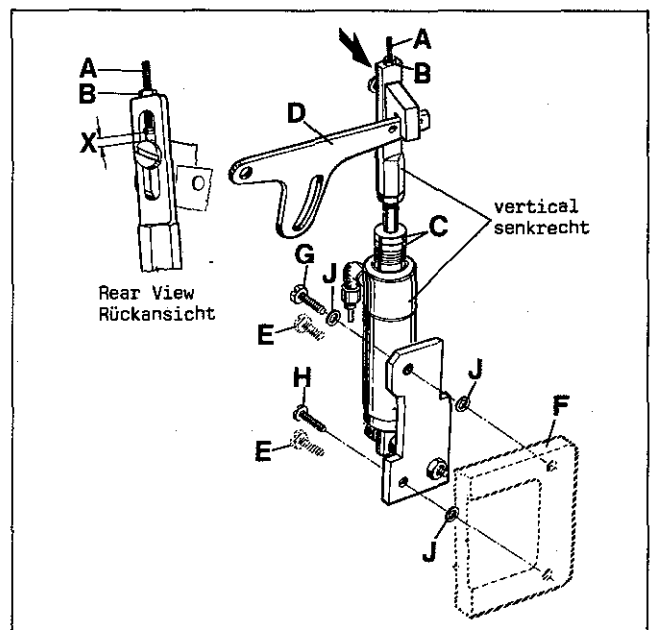

Fig. 46
Assemble the pneumatic presser foot lifter, supplied with the sewing table, to the sewing machine (see Fig. 46). For this remove two hex. head screws (E) from the support bracket (F) for the thread trimmer drive. Mount the presser foot lifter with the two screws (G and H, Fig. 46) and three washers (J) so that the air cylinder with strap is vertical (standard setting). Complete the tube connections, see Fig.3
Bauen Sie den mit dem Nähstisch gelieferten pneumatischen Drückfußlifter an die Nähmaschine (siehe Fig. 46). Dazu müssen zwei Sechskantschrauben (E) aus dem Lagerbock (F) für den Fadenabschneider-Antrieb entfernt werden.
Montieren Sie den Drückfußlifter mit den zwei Schrauben (G und H, Fig. 46) und den drei Scheiben (J) so, daß der Luftzylinder mit Lasche senkrecht steht (Standardeinstellung). Stellen Sie die Schlauchverbindungen her, siehe Fig. 3.
With adjusting screw (A, Fig. 46) the presser foot lifting can be changed. Loosen lock nut (B) and turn adjusting screw (A) down to increase the presser foot lifting or up to decrease it. Retighten lock nut (B).
The end play (X, Fig. 46) of presser foot lifter lever (D) should be at least 1 mm (3/64 in.) before the presser foot starts lifting.
Mit der Einstellschraube (A, Fig. 46) kann das Anheben des Drückerfußes verändert werden. Lösen Sie die Feststellmutter (B) und drehen Sie die Einstellschraube (A) nach unten um das Anheben des Drückerfußes zu vergrößern oder nach oben, um es zu verkleinern. Ziehen Sie die Feststellmutter (B) wieder an. Der Ausbau eines oder beider Anschlagringe (C) ist erforderlich, wenn der Drückerfuß mehr als 2 mm angehoben wird. Das Spiel (X, Fig. 46) des Drückerfußlifterhebels (D) muß mindestens 1 mm betragen bevor der Drückerfuß anzuheben beginnt.